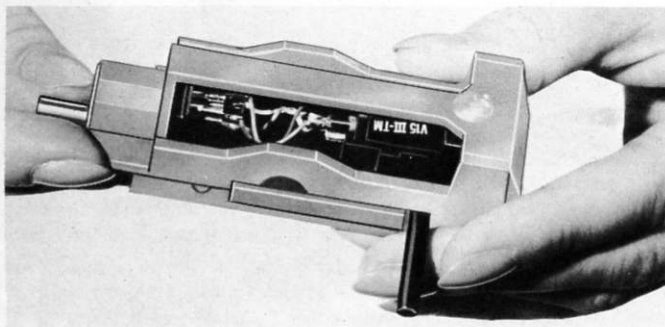

fig. 9
4. Met behulp van de stelschroef wordt nu de naald met het assenkruis in de loep in dekking gebracht (fig. 9). Daarna wordt de schroef **C** vastgezet.